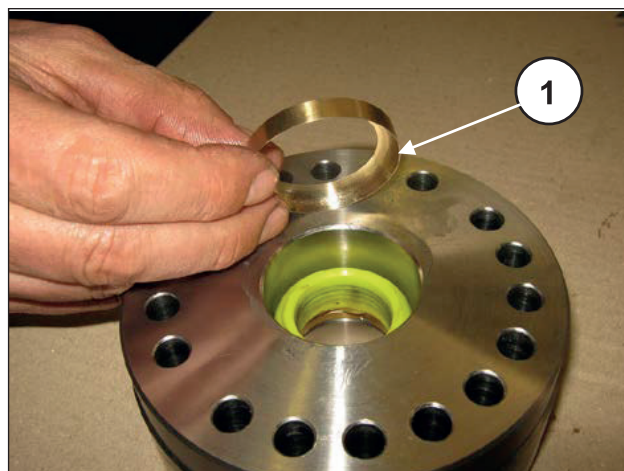
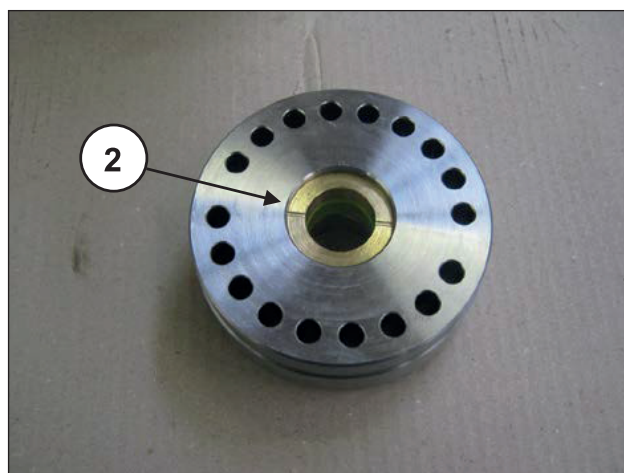
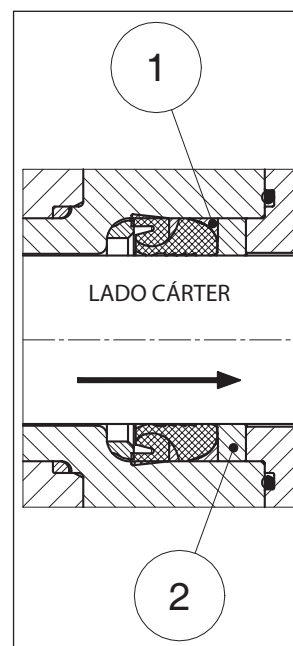

Fig. 201
Fig. 202
Fig. 203
Introducir la anilla anti extrusora y el casquillo de juntas (pos. ① y ②, Fig. 201 - Fig. 202 y Fig. 203).
El casquillo de las juntas ② se ha de introducir en el soporte de la junta HP con las dos descargas orientadas hacia el exterior (lado cárter) como se indica en la Fig. 203.